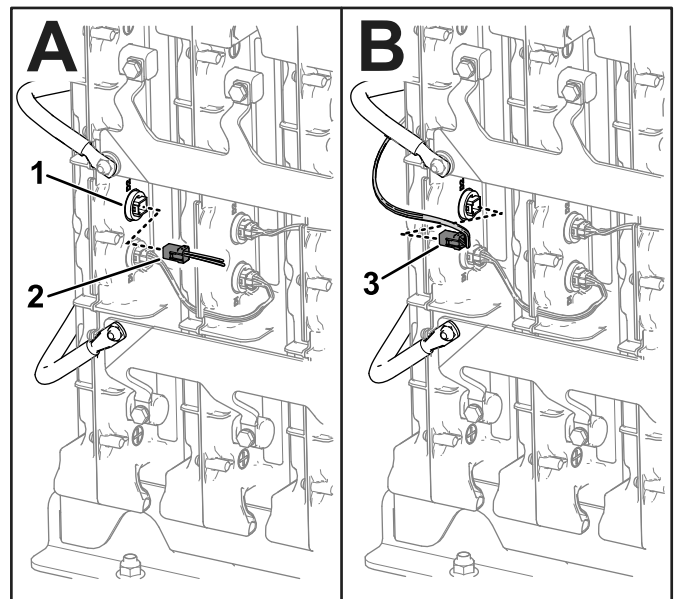

Figura 8
3. Rimuovete il cablaggio preassemblato preesistente (CAN) dalla porta D2 delle batterie (Figura 8). Tenete da parte il cablaggio preassemblato.
4. Inserite il connettore rimanente del cablaggio preassemblato dell'interfaccia dati nella porta D2 delle batterie (Figura 8).